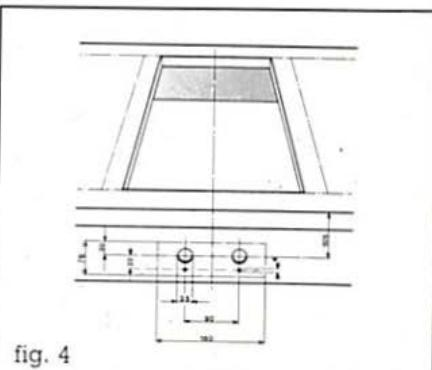

fig. 4
1. Facendo riferimento alla Fig. 4 ed alla mascherina, eseguire i fori da 35 mm di diam per il fissaggio degli elementi di comando e i fori da 4 mm di diam con una profondità di 3 mm per il fissaggio degli elementi luminosi sul frontale della base posta sotto il piano di lavoro.